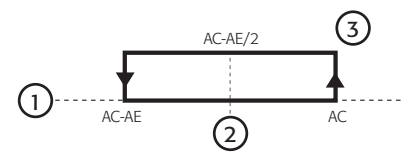

Fig. 4.l
- Gibt die Überschreitung der Grenze zwischen Ac und AE an (aus der Berechnung:  $Ac-AE/2$ , siehe Fig. 4.l);
- Gibt die Überschreitung des Temperatursollwertes Ac an (siehe Fig. 4.l);